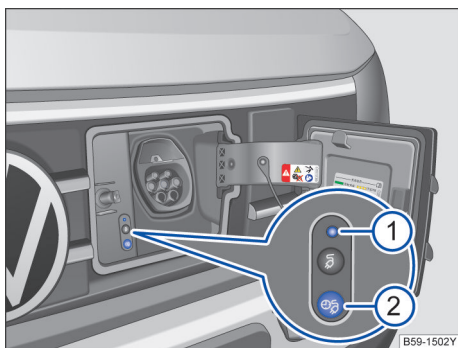

图 190 示意图：① 充电状态指示灯 ② 延迟充电按钮
在高压电池的充电过程中，当前的充电状态将在充电状态指示灯→图 190 ① 上显示。
- ① 绿色指示灯持续亮起：高压电池的充电过程已结束。
- ② 绿色指示灯脉动式亮起：高压电池正在充电。
- ③ 离开车辆后绿色指示灯快速闪烁：已通过信息娱乐系统设定延迟充电（出发时间），但尚未开始。此外延迟充电按钮  中的符号→图 190 ② 亮起。
- ④ 黄色指示灯闪烁：请将换挡杆置于 P 挡位置。
- ⑤ 黄色指示灯持续亮起：尽管充电电缆已连接却未识别到电网。检查供电或电源。使用充电电缆时，控制盒上会显示电源状态。必要时请具有相应资质的专业人员提供专业帮助。
- ⑥ 红色指示灯持续亮起：充电系统中有故障。请让专业人员处理。